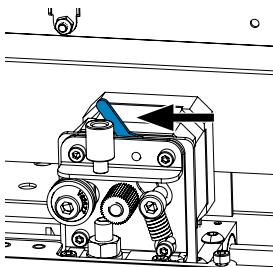

Fig. 25
- ⇒ Posiziona la leva in cima all'estrusore a sinistra (Fig. 25).